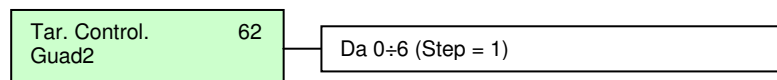

Fig. 62.1
I valori possibili sono indicati in fig. 62.1, mentre il valore di fabbrica, indicato con  $G_0$ , è 3.
**ATTENZIONE:** Il valore di questo parametro potrebbe essere limitato automaticamente dal sistema ad un valore min o max differente da quanto evidenziato in fig. 62.1.